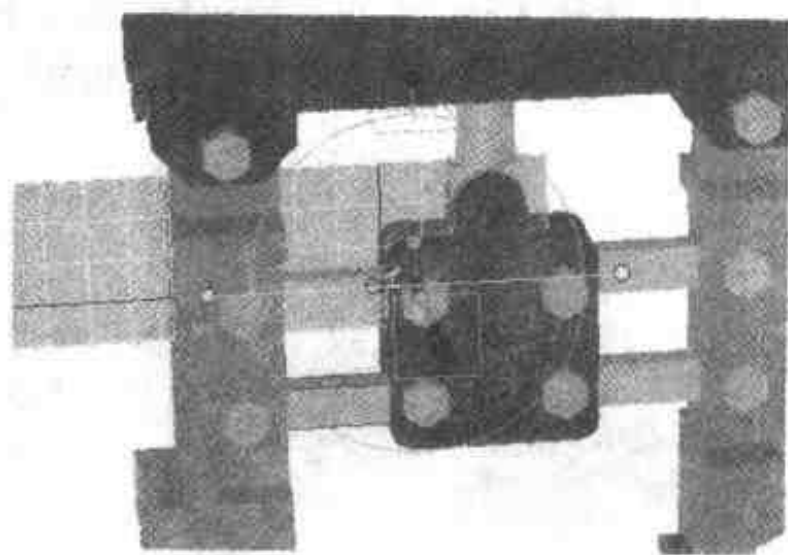

图 5.65 编辑连杆的轨迹
- (3) 单击轨迹末点, 连杆的蓝色外形轮廓线将显示出来, 打开【三维球】, 选择与运动直线相对应的定位手柄, 右击并向左拖动手柄, 释放后选择【移动】单选按钮, 设置距离为 10, 结果如图 5.65 所示。